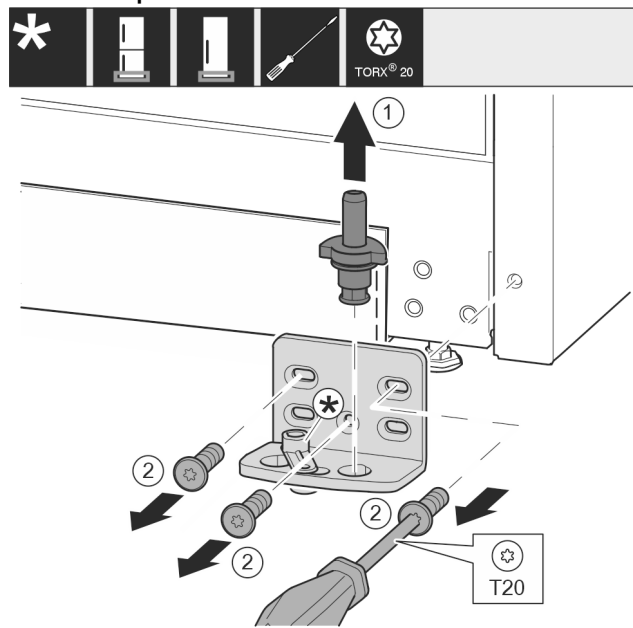

Fig. 10
- ▶ Extrageți complet bolțul de lagăr în sus. Fig. 10 (1)
- ▶ Extrageți prin rotire și detașați șuruburile cu șurubelnița T20. Fig. 10 (2)